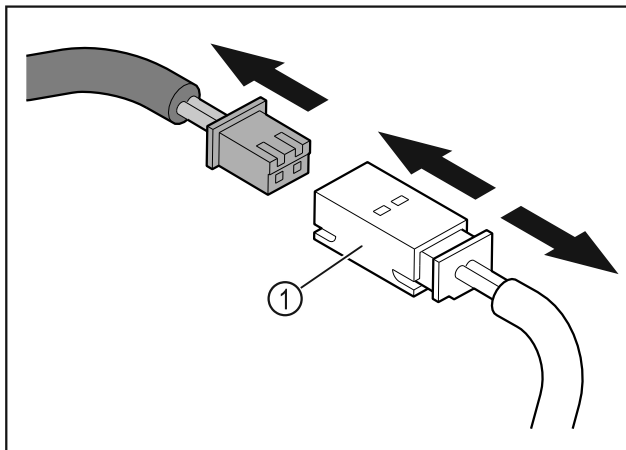

Fig. 9
- Stecker und Steckerkupplung Fig. 9 (1) ausstecken.